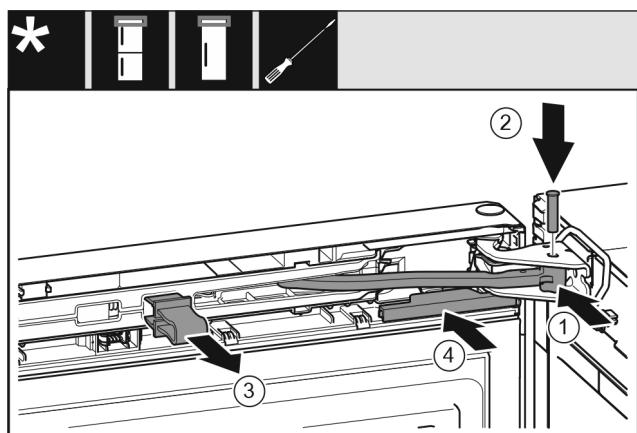

Fig. 21
- Завъртете шарнира в лагерната стойка. Fig. 21 (1)
- Поставете болта в лагерната стойка и шарнира. При това обърнете внимание на това, фиксиращата гърбица да е легнала правилно в жлеба. Fig. 21 (2)
- Свалете предпазителя. Fig. 21 (3)
- Нахлузете капака. Fig. 21 (4)